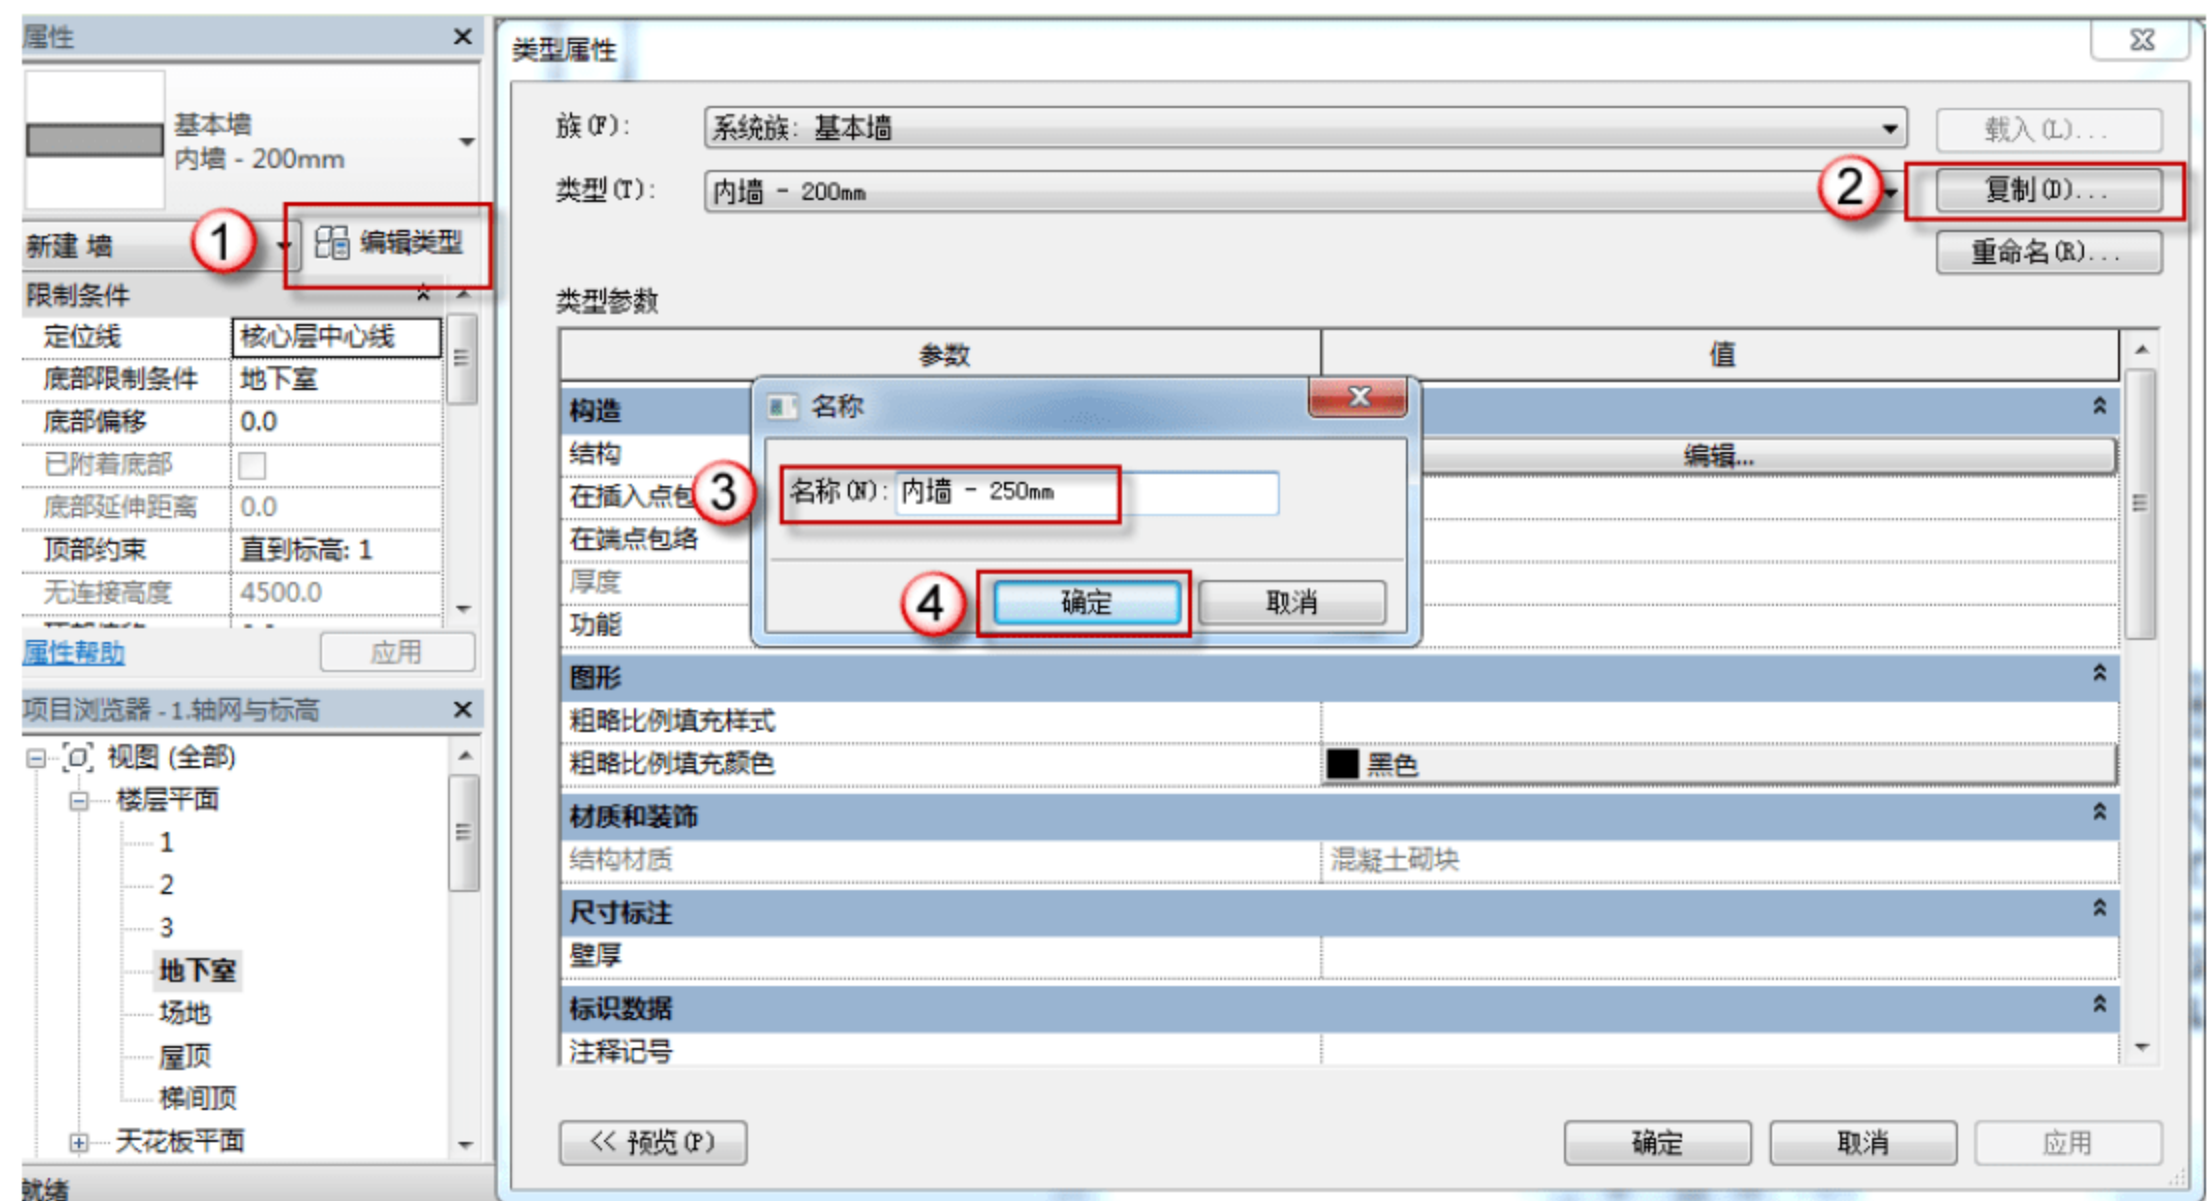

图 9.1.38 复制创建“内墙-250mm”族类型
(11) 复制创建“内墙-250mm”族类型。按快捷键 W+A，单击“属性”面板中的“编辑类型”按钮，在弹出的“类型属性”对话框中，单击“复制”按钮，在弹出的“名称”对话框中输入“内墙-250mm”字样，单击“确定”按钮，如图 9.1.38 所示。